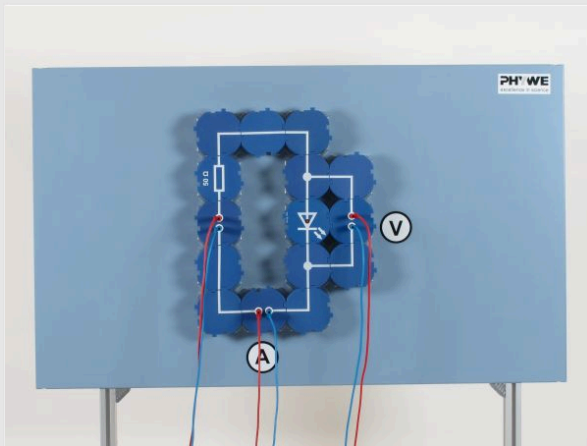

Abbildung 1
- Baue den Versuch entsprechend der Abbildung 1 auf.